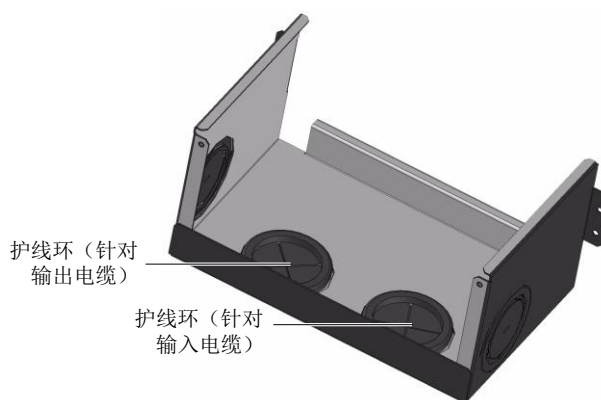

图2-21 护线环
1. 将电缆穿入接线盒底部的护线环（见图 2-21）一定长度以便安装。